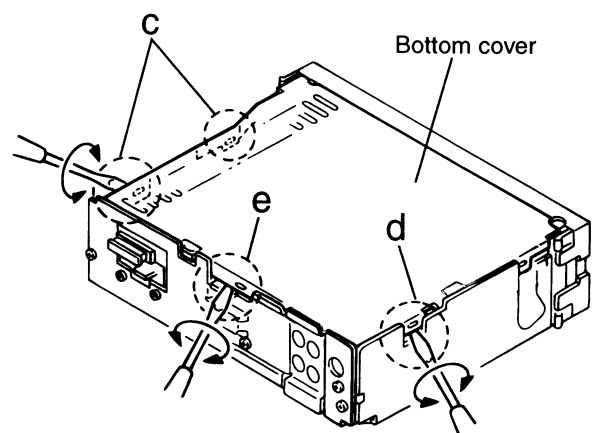

Fig. 3
- Redo the speaker wiring so that you can connect the unit to the speakers as illustrated in Fig. 3.
- If the speaker wiring in your car is as illustrated in Fig. 3, you can connect the unit using the original speaker wiring in your car.
- Die Lautsprecherverdrahtung erneuern, so daß Sie das Gerät an den Lautsprechern wie in Fig. 3 abgebildet anschließen können.
- Ist die Lautsprecherverdrahtung in Ihrem Auto wie in Fig. 3 abgebildet, können Sie das Gerät mit der Originalverdrahtung der Lautsprecher in Ihrem Auto anschließen.
- Recommencez le câblage des enceintes de façon que vous puissiez connecter l'appareil aux enceintes comme montré sur la Fig. 3.
- Si le câblage des enceintes de votre voiture est comme montré sur la Fig. 3, vous pouvez connecter l'appareil en utilisant ce câblage original d'enceintes pour votre voiture.
■ Removing the Bottom cover (See Fig. 3)